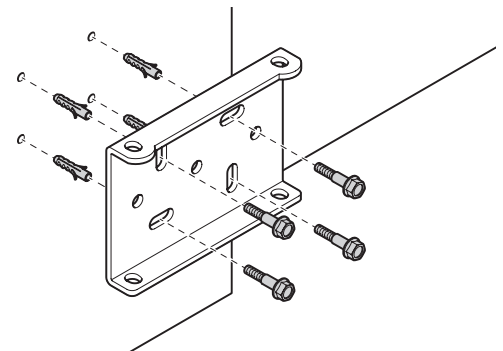

Fig. 5
03. Fixez l'étrier arrière du moteur au mur en respectant les cotes précédemment relevées (**fig. 5**).